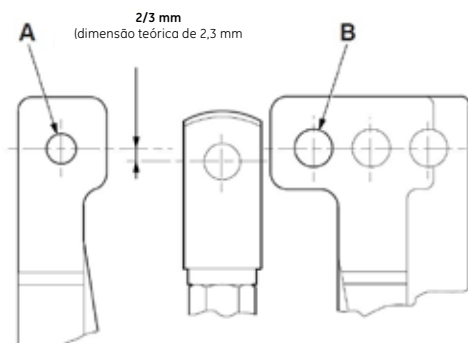

Figura 15 - Predefinir a posição da haste do obturador
- A. Solte a porca (103) e gire a haste do obturador usando um parafuso enquanto bloqueia a articulação (104a) até que a articulação esteja na posição mostrada na figura 15. Prenda a porca (103).
- 2,3 mm abaixo do alinhamento dos furos do pino no suporte do atuador (108) para a válvula VariPak 28001 de alavanca única (veja a figura 15).